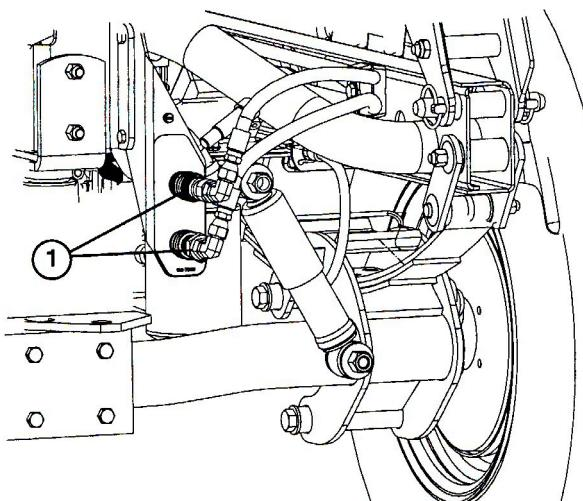

図 71
- 2台のワークマンのクイック・カップラ・ホースを、カップラ・ブラケットのホースから外す(図71)。